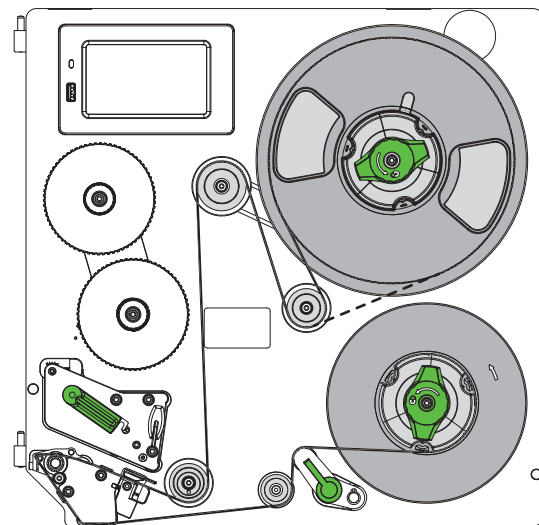

Figure 13 Passage des étiquettes
1. Tourner le levier (4) dans le sens inverse des aiguilles d'une montre pour déverrouiller la tête d'impression (2).
3. Guider la bande d'étiquettes (5) d'après la Figure 13 jusqu'au mécanisme d'impression. La ligne en pointillés représente les étiquettes à enroulement interne.
4. Guider la bande d'étiquettes en passant dans la cellule de détection (3) jusqu'à l'arête de décollement (1) et la pousser jusqu'à buter contre le châssis. La face à imprimer de l'étiquette doit être dirigée vers le haut.
5. Faire sortir les étiquettes au delà de l'arête de décollement (1), afin que la bande traverse le système de tension de bande et atteigne l'enrouleur interne. Retirer de leur support les étiquettes dépassant l'arête de décollement.